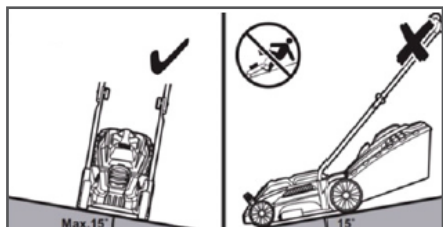

Рис. 14 Положение газонокосилки при скашивании на склонах
9. Запрещается работать газонокосилкой, если угол склона превышает 15° (Рис. 14). Двигайтесь поперек склона.